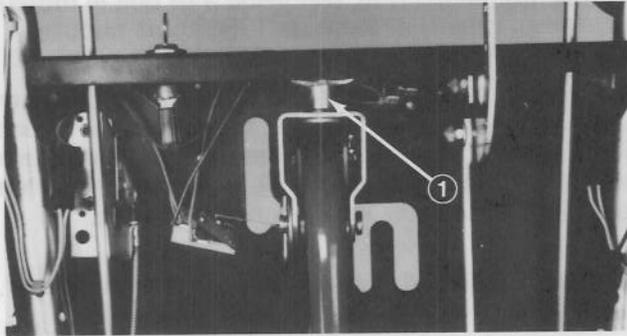

Figure 41
1. Desserrez les deux vis à tête et écrous de blocage qui retiennent le support pivotant contre le tableau de commande (Fig. 41).
2. Pour diminuer la vitesse en lère, déplacez vers la droite le support pivotant (Fig. 41). Au contraire, déplacez-le vers la gauche pour accroître la vitesse en première.
3. Une fois le réglage désiré obtenu, serrez les deux vis à tête et écrous de blocage (Fig. 41). Assurez-vous que les fils ne se coincent pas entre le tableau de commande et le guide-fil.